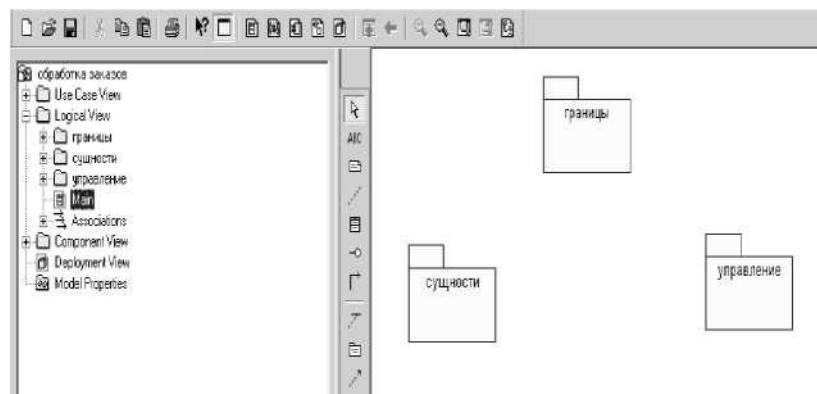

Рис. 7 Главная диаграмма классов в логическом представлении браузера.
- Главная диаграмма Классов должна выглядеть, как показано на рис. 7